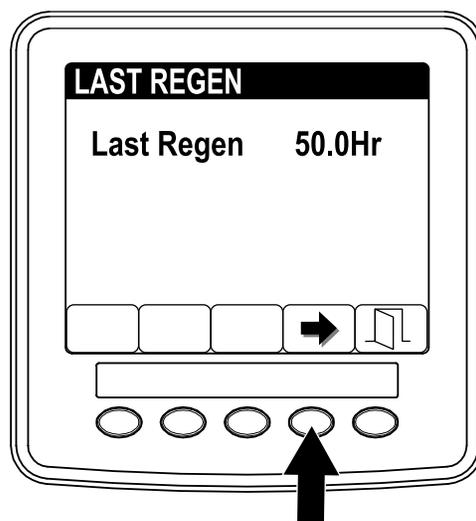

図 6
3. LAST REGEN フィールド 図 6で、最後の再生リセット、駐車、リカバリ以降に何時間エンジンを使用したかを確認する。